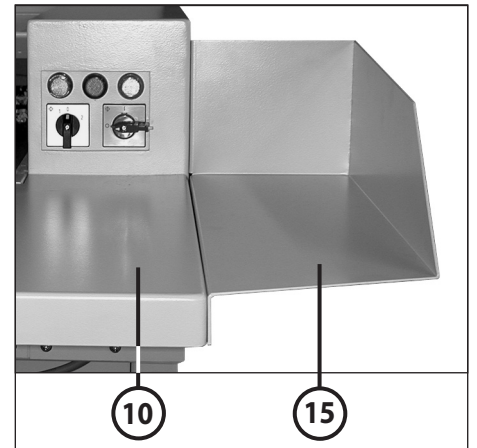
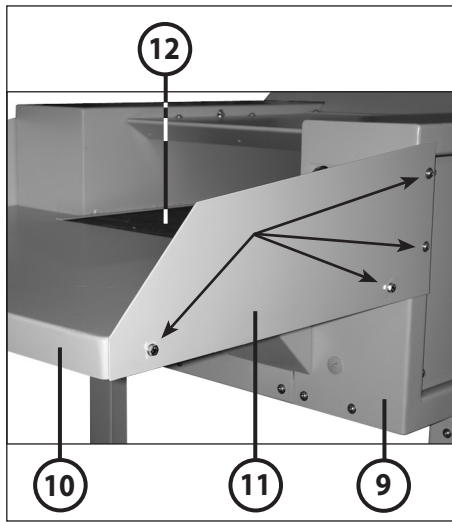
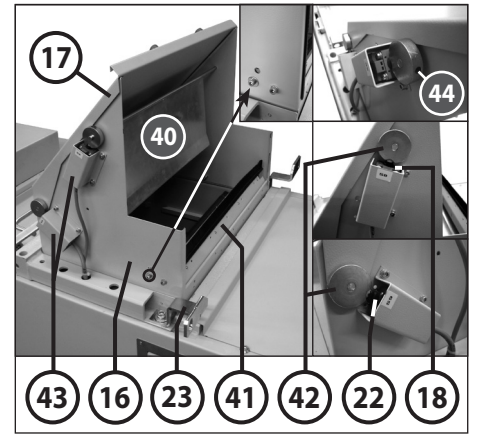

fig. 5
fig. 4
fig. 6
- 11 = **Chapa de protecção** (fig. 4)
- 15 = **Ângulo de protecção** (fig. 5) (opcional)
- 18 = **Interruptor final S8** (fig. 6 e 7)
- 22 = **Interruptor final S9** (fig. 6 e 7)
- 40 = **Chapa de comutação** (fig. 6)
- 41 = **Escova** (fig. 6)
- 42 = **Cames de comutação** (fig. 6 e 24)
- 43 = **Cobertura do interruptor** (fig. 6 e 24)
- 44 = **Pino roscado** (fig. 6)
MONTAGEM DOS ÂNGULOS DE PROTECÇÃO (15) (fig. 4 e 5):
Se necessário, podem montar-se dois ângulos de protecção (15) (fig. 5) em vez das duas chapas de protecção (11) (fig. 4) para alargar a superfície de apoio da mesa (ver também em “ACESSÓRIOS ESPECIAIS”).
1. Desapertar os quatro parafusos com anilhas do cárter (9), do lado esquerdo e direito, e na mesa (10) (ver marcações com setas na fig. 4).
2. Tirar ambas as chapas de protecção (11) e fixar os dois ângulos de protecção (15) ao cárter (9), do lado esquerdo e direito, e à mesa (10), usando os parafusos e as anilhas desapertados anteriormente.
MONTAGEM DA TREMONHA (16) (fig. 6):
1. Soltar a protecção de transporte (atador) na chapa de expulsão (25) e rebater a chapa para baixo.
2. Tirar a tremonha (16) da câmara de compactação, conforme ilustrado, posicioná-la sobre a abertura de enchimento e fixá-la com os sete parafusos de sextavado interno M6x12 de dentro para fora na prensa.
3. Girar a escova (41) na tremonha (16) até ficar na perpendicular (escova a apontar para cima) e